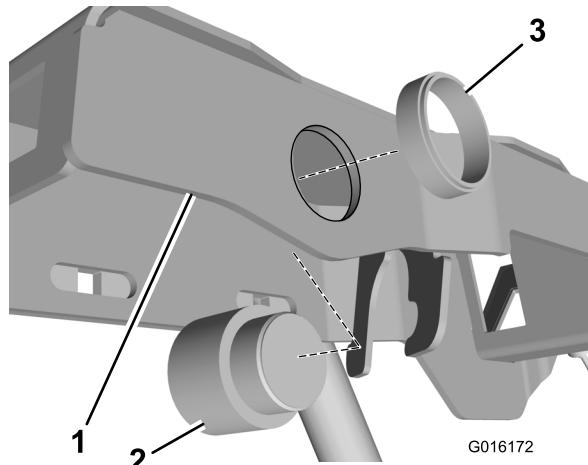

Figura 1
6. Instale o alarme sonoro à estrutura do braço da consola (Figura 1).